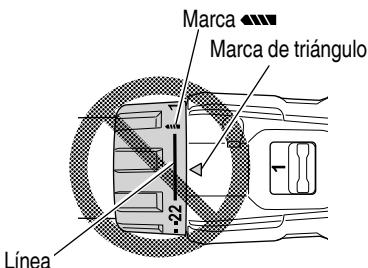

Fig. 13
- Evite usar la unidad con el número del dial del embrague entre "22" y la línea provista en el medio de la marca del taladro "■■■". Si lo hiciera, se podrían producir daños (Consulte la Fig. 13).